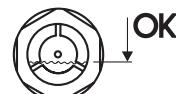

Figura 6:
- Llene lentamente el aceite con la jeringa. Este proceso dura de 5 a 10 minutos, hasta que el aceite alcanza el mismo nivel en ambas cámaras. La cantidad de aceite es la correcta cuando el nivel de aceite se encuentre en el tercio inferior de la mirilla (figura 6). La cantidad de aceite necesaria depende de la posición de montaje; véanse los valores orientativos en tablas 3 y 4.